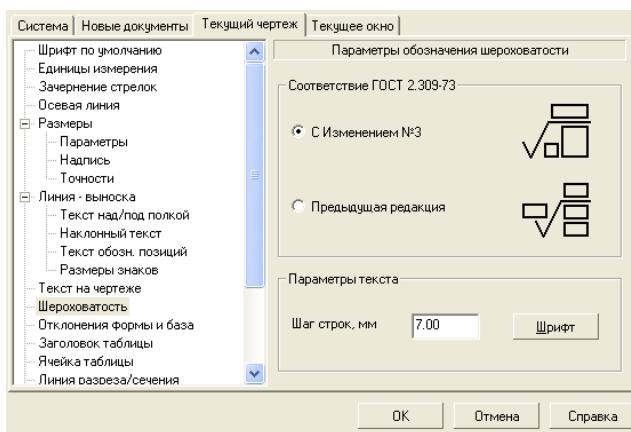

Рисунок 8.13 – Диалоговое окно Параметры с открытой вкладкой Текущий чертёж и панелью Параметры обозначения шероховатости
- щелкните в дереве элементов на вкладке *Текущий чертеж* по пункту *Шероховатость*. В правой части появится панель *Параметры обозначения шероховатости*, показанная на рисунок 8.13.